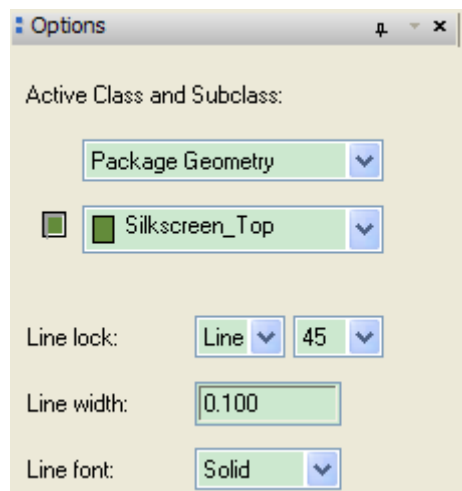
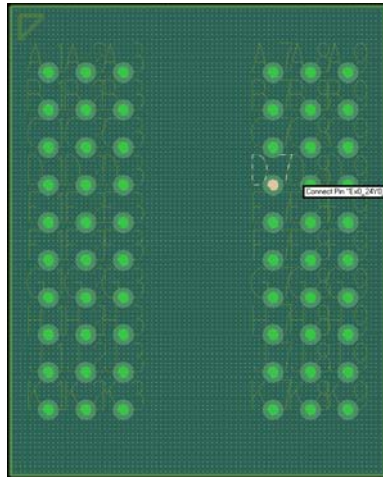

图 2.20 添加丝印层
图 2.21 添加好装配、实体与丝印层后的元件封装
- 添加丝印层。点击左边工具栏的图标，或者选择菜单项 Add->Line。Options 窗口设置如图 2.20 所示。Line width(线宽)那里选择 0.1mm，根据需要调整。在命令状态栏中输入：x -4 -5 回车；输入：x 4 -5 回车；输入：x 4 5 回车；输入：x -4 5 回车这；输入：x 4 -5 回车。右键选择 Done。
然后手工在左上角画个贴片方向标志，点击左边工具栏的图标，或者选择菜单项 Add->Line。Options 窗口设置与图 2.20 一样。点击鼠标在左上角画一个小三角形作为贴片方向标志。画好后如图 2.21 所示。